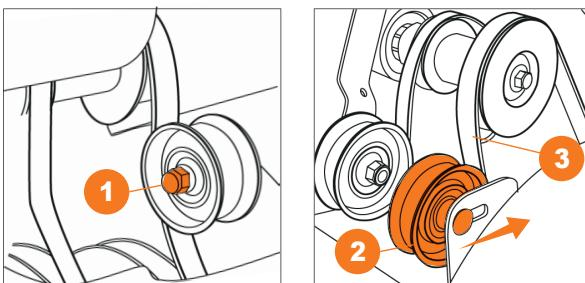

Рис. 21
- В случае если шнеки на снегоуборочной машине не вращаются или перестают вращаться под нагрузкой и регулировка натяжения троса не дает результата, необходимо произвести натяжку приводного ремня при помощи изменения положения прижимного ролика (Рис. 21).